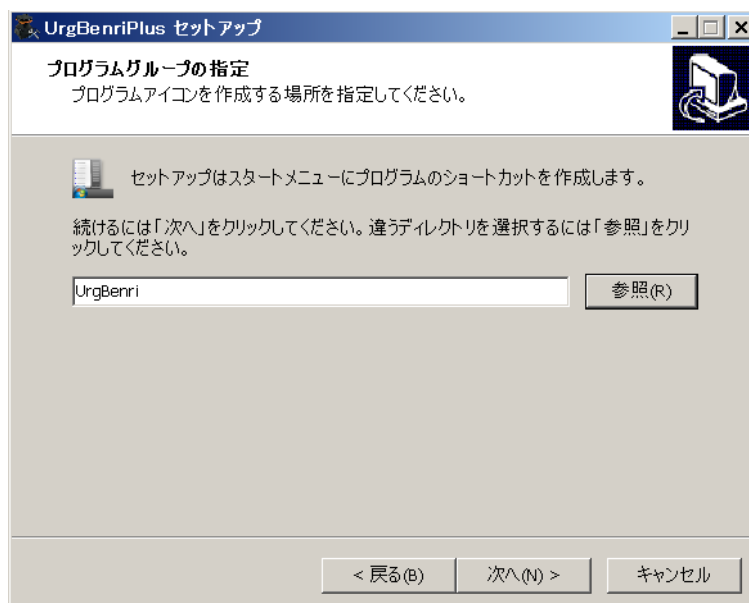

図3.2-5 プログラムグループの指定ウィンドウ
6. 図3.2-5 の「次へ」をクリックすると、追加タスクの選択画面に移動します。